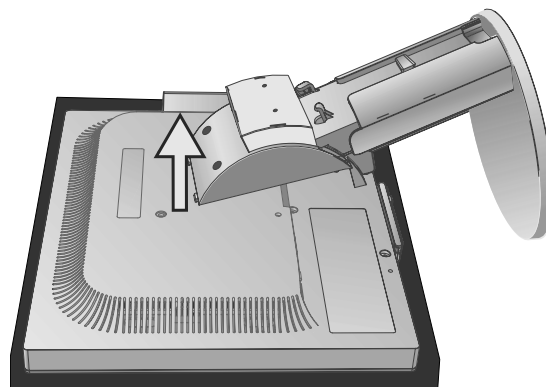

Рисунок S.3
5. Снимите подставку (**Рисунок S.3**).